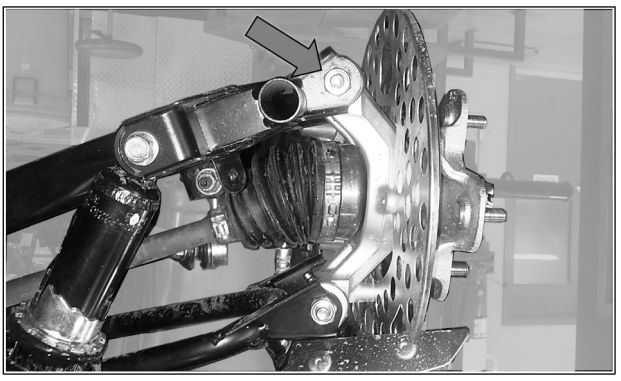

Fig. 6
5. Retirer le boulon qui fixe le bras de suspension inférieur au moyeu de roue. Voir la Fig. 6